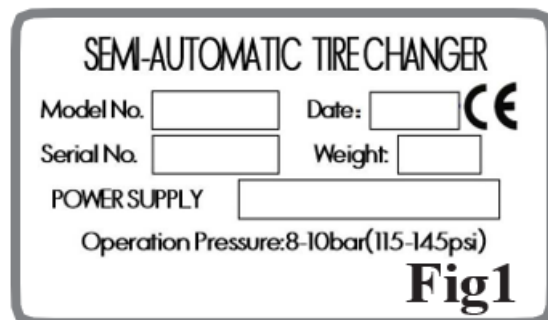

Fig1
- Den elektriske effekt, som maskinen forbruger, angivet på dens typeskilt (Fig1).